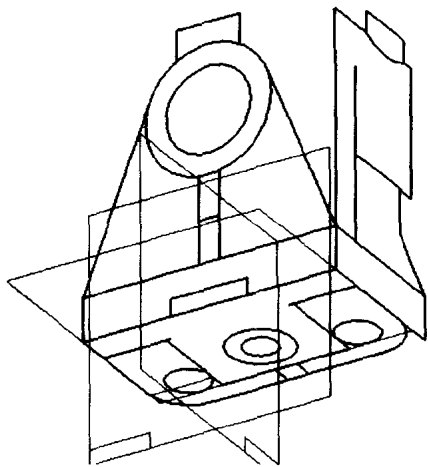

图 1-35
15. 单击  按钮结束二维草图，返回零件设计环境（如图 1-35 所示）。